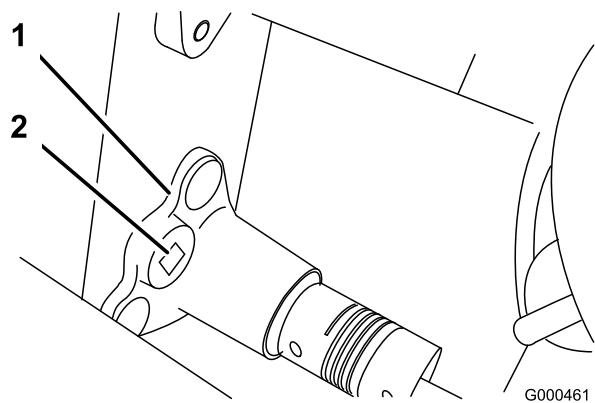

Figura 40
- Usando una llave dinamométrica de 3/8 pulgadas, gire el alojamiento del cojinete con una fuerza de 3,9–4,5 Nm para ajustar la tensión de la correa (Figura 40).